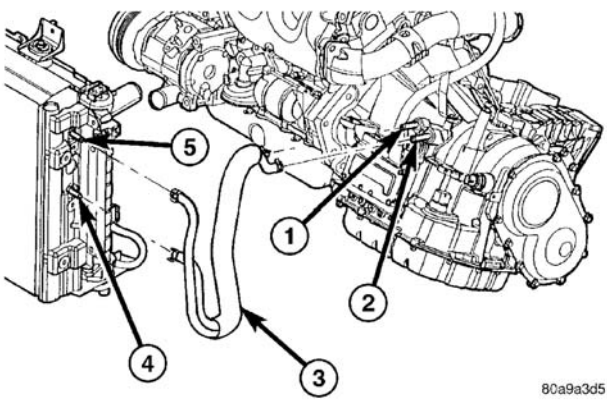
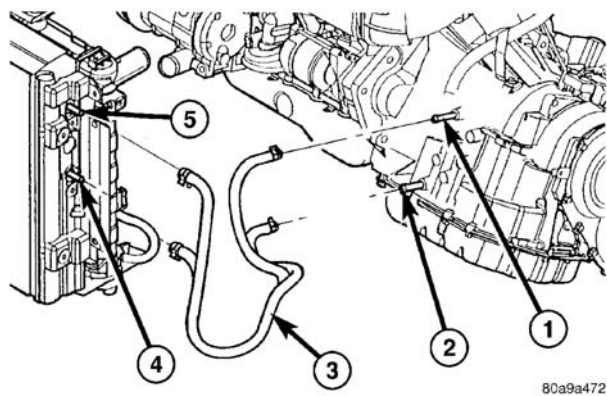

图 3 变速箱油冷却器管路-41TE
图 4 变速箱油冷却器管路-31TH
- （2）卸下软管（图 3）或（图 4）。
- （1）将软管连接至冷却器和驱动桥安装处（图 3）或（图 4）。